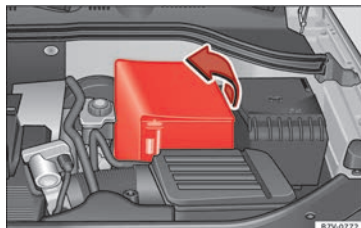

Fig. 173 En el vano motor: despliegue el manguito de la batería del vehículo.
- En el caso de un manguito: retire la cubierta desplegándola hacia un lado » **fig. 173**.